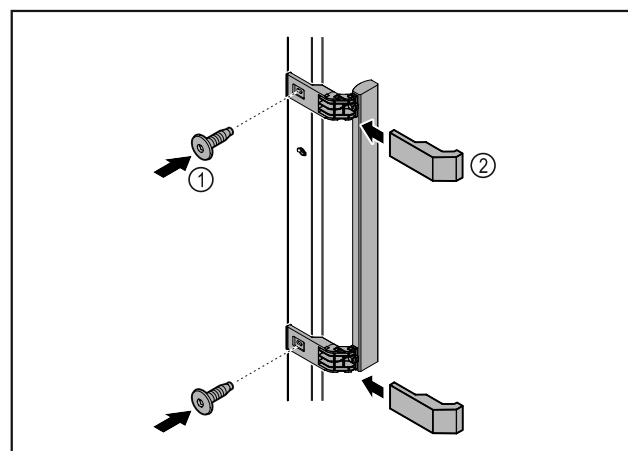

Fig. 6
- ▶ Madlo z příloženého příslušenství upevněte na dveře pomocí příložených šroubů Fig. 6 (1).
- ▶ Nasadte krytky Fig. 6 (2).